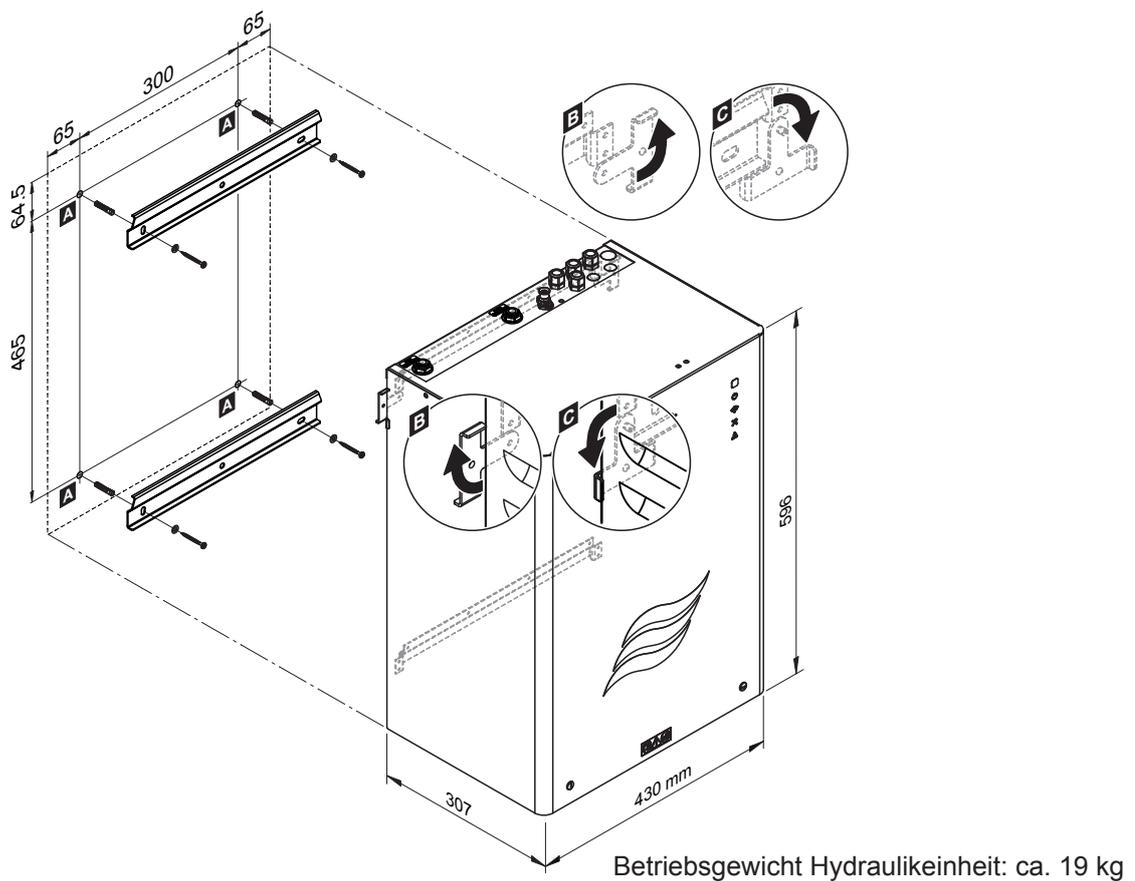

Abb. 15: Montage der Hydraulikeinheit (Dimensionen in mm)
3. Die Arretierlaschen auf beiden Seiten der Hydraulikeinheit nach aussen drehen (geöffnete Position, siehe Detail "B" in Abb. 15).
4. Die Hydraulikeinheit in die Wandhalterungen einhängen. Anschliessend die beiden Arretierlaschen auf der Rückwand der Hydraulikeinheit nach innen drehen (geschlossene Position, siehe Detail "C" in Abb. 15), um die Hydraulikeinheit an der oberen Wandhalterung zu fixieren.